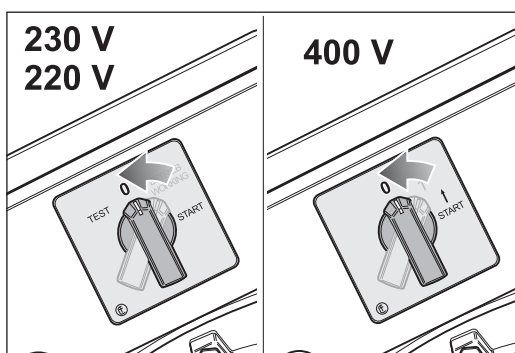

Abb. 31 Zum Ausschalten der Maschine den Schalterknopf auf Position -0- drehen.
- 2 Drehen Sie den Schalterknopf am Motor auf Position -0- (Abb. 31).